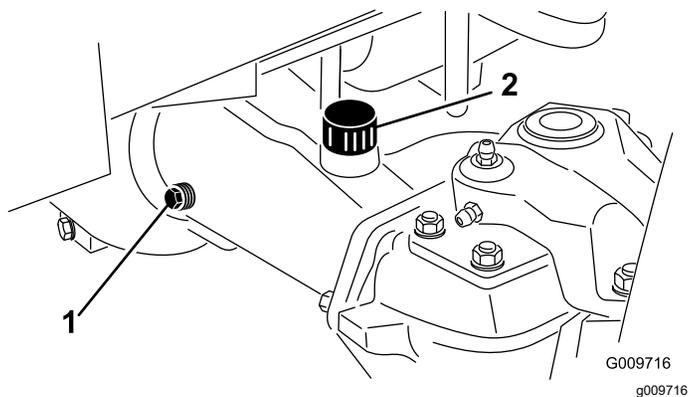

Рисунок 111
2. Снимите контрольную пробку с одного конца моста и убедитесь, что масло доходит до низа отверстия (Рисунок 111).